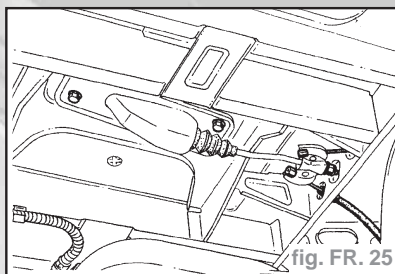

fig. FR. 25
- Véhicule sur un pont à prise sous coque, dévisser l'écrou jusqu'à libérer totalement les câbles (fig. FR. 25).
- Bloquer l'écrou sous caisse (fig. FR. 25).
- Véhicule sur un pont à prise sous coque, débloquer l'écrou jusqu'à libérer totalement les câbles (fig. FR. 25).
- Bloquer l'écrou de réglage (fig. FR. 25).